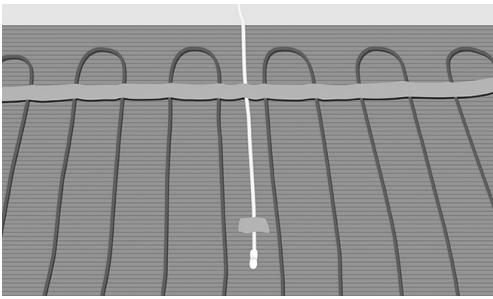

Fig. 13. Placera röret/givaren mellan två kablar
11. Installera ett tomt rör för golvsensorn. Se till att änden på det tomta röret ligger på samma nivå som värmekabeln och mellan två slingor, ca 50 cm från väggen. Försegla det tomta rörets ände. (Fig. 13).